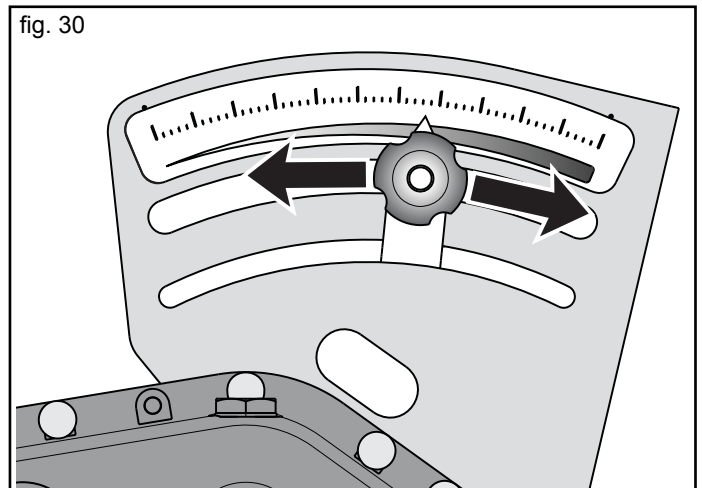

fig. 30
- 7) ... y luego ponga el indicador graduado en la posición deseada (en función de la cantidad de producto a distribuir) utilizando el pomo de regulación (Fig. 30).